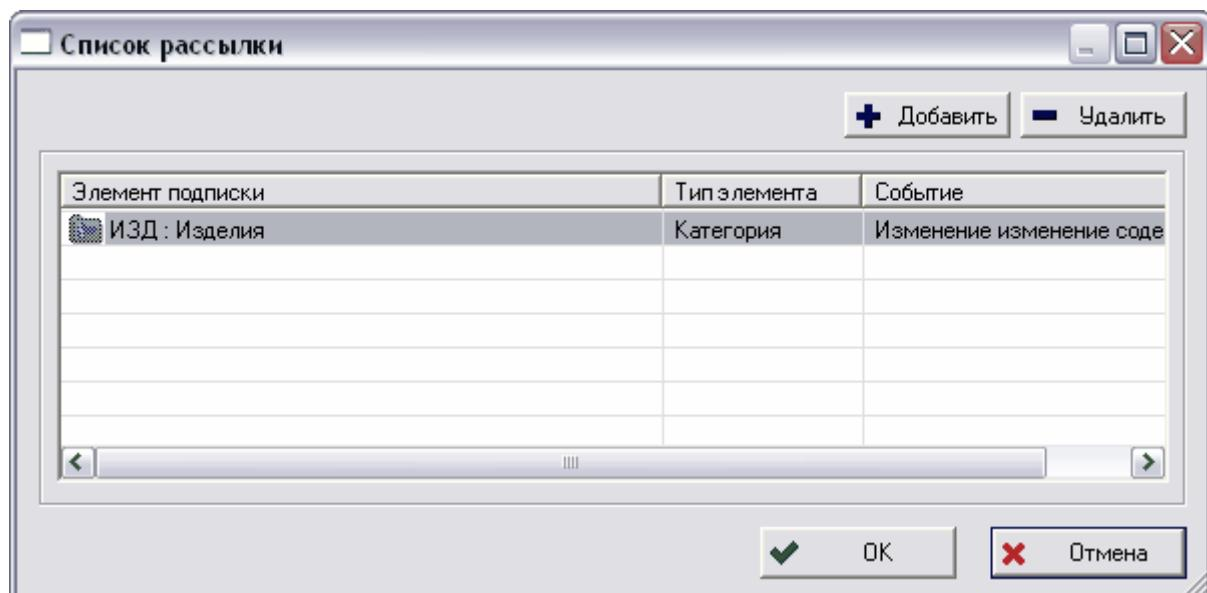

Рис. 279
3. Выберите объект БД, на сообщения об изменениях которого Вы хотите подписаться, и нажмите на кнопку **OK**. После этого выбранный элемент появится в **Списке рассылки** (Рис. 279). Для добавления следующего объекта нажмите на кнопку **+ Добавить**. Для удаления объекта из списка выделите его и нажмите на кнопку **- Удалить**.